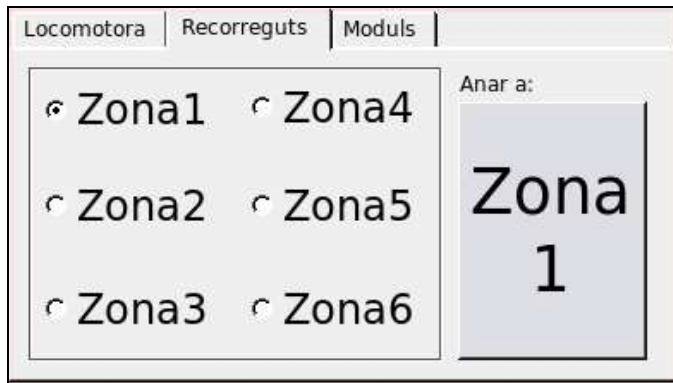

Figura 9. Pestanya de maniobres amb recorreguts.
- La tercera és la pestanya de recorreguts (figura 9). En aquesta pestanya només tenim la possibilitat d'executar unes rutes ja predefinides i programades mitjançant la concatenació d'ordres i funcions de la llibreria. Aquestes rutes permeten a l'usuari desplaçar la locomotora d'una secció a una altra polsant un simple botó de manera automàtica. Simplement s'ha de seleccionar la zona o sector on es vol que es situï i pulsar el botó que està situat sota "Anar a:".